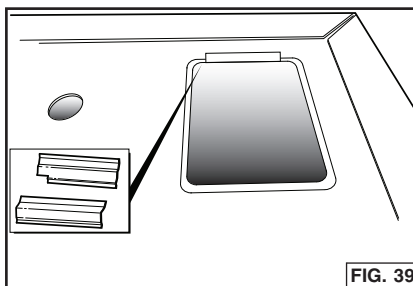

FIG. 39
1. Coloque (4) protectores negros en las ranuras inferiores ubicadas en borde inferior, al costado de la campana. Fig. 39.